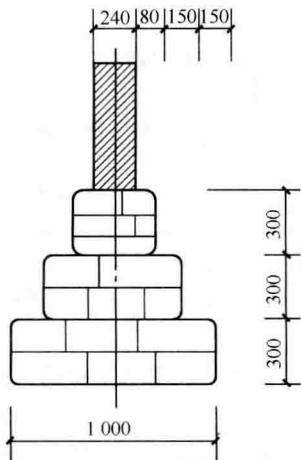

图 1-2 砌石基础构造图
实例 砌石基础构造图 (图 1-2)
(1) 台阶形的砌石基础每个台阶至少有两层砌石，所以每个台阶的高度要求不小于 300 mm。
(2) 为了保证上一层砌石的边能压紧下一层砌石的边块, 每个台阶伸出的长度不应大于 150 mm, 如图 1-2 所示。按照这项要求, 做成台阶形断面的砌石基础, 实际的刚性角小于允许的刚性角, 因此往往要求基础有比较大的高度。有时为了降低基础的高度, 可以把断面做成梯形。